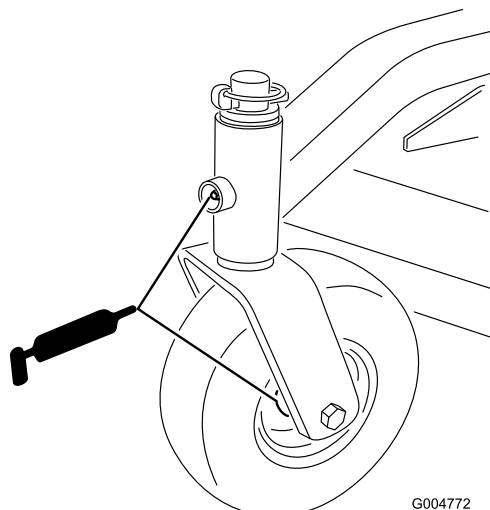

図 15
- ・ 前キャストのスピンドルブッシュ (図 15)
- ・ 前後のキャストホイールベアリング (図 15)